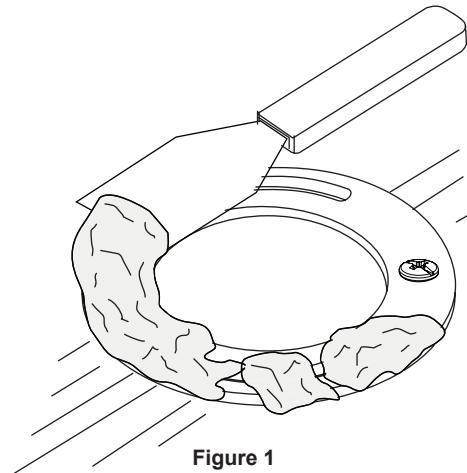

Figure 1
- ① Fermez l'alimentation en eau, puis tirez la chasse de la toilette pour vider le réservoir. Utilisez une éponge et un sceau pour ramasser l'eau qui reste dans la cuvette ou le réservoir.
- ② Débranchez la conduite d'alimentation d'eau du réservoir de la toilette.
- ③ Démontez le réservoir de la cuvette en retirant les écrous de blocage situés sous le réservoir.
- ④ Retirez les chapeaux de boulon, puis retirez les écrous qui retiennent la toilette au sol. Utilisez un mouvement de va-et-vient pour retirer l'ancienne toilette.
- ⑤ Grattez le vieux joint en cire de la bride au sol (Figure 1).